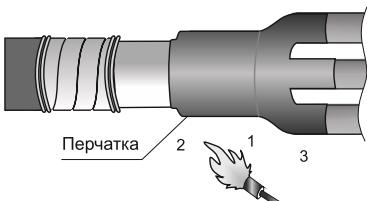

Рисунок 8
**4.19** Сблизить жилы кабеля. Надеть перчатку с усилием до упора в изолированный «корешок» разделки кабеля. Усадить перчатку, начиная от основания пальцев перчатки, вкруговую, затем в направлении оболочки кабеля. В последнюю очередь усадить пальцы перчатки на жилы кабеля. После усадки перчатка должна плотно облегать оболочку и трубки на жилах кабеля, а по торцам основания перчатки и пальцев должен быть виден выступивший расплавленный клей (рисунок 8).